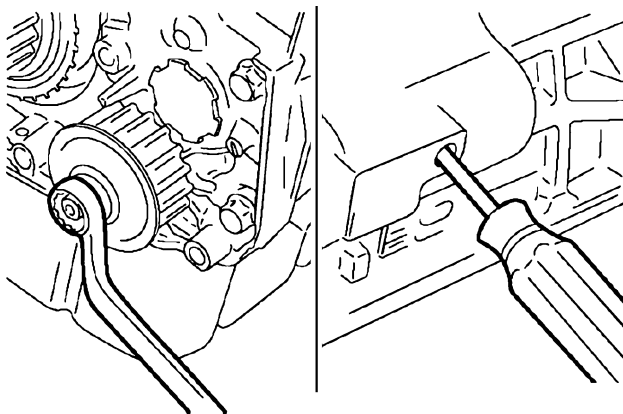

图 28-21 拆卸机油泵链轮
2) 如图 28-21 所示, 在塞孔中插入直径为 8mm 的十字螺钉旋具, 使左侧平衡轴不能转动。